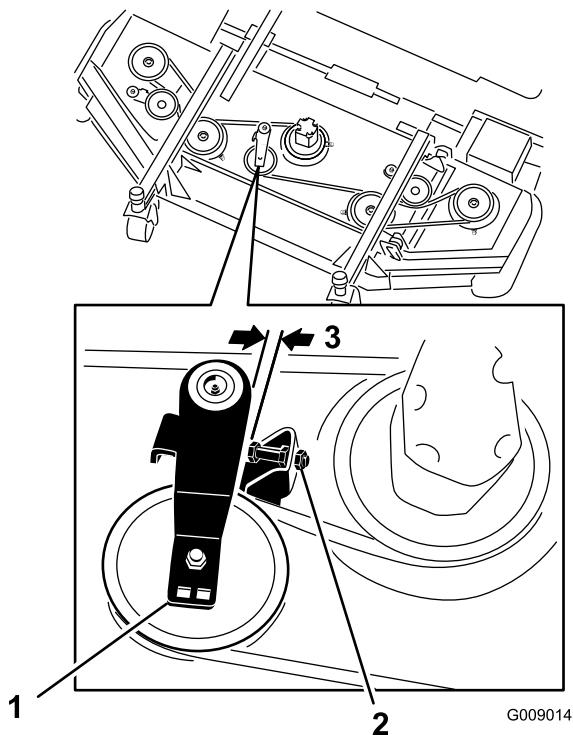

図 80
2. 前デッキで、アイドラプーリのストップねじのジャムナットをゆるめ、ストップねじをブラケットまで進める (図 80)。
3. ラチエットレンチのようなものを使って、アイドラプーリ (図 80) を駆動ベルトから離してベルトの張りをなくし、デッキプーリからベルトを外す。